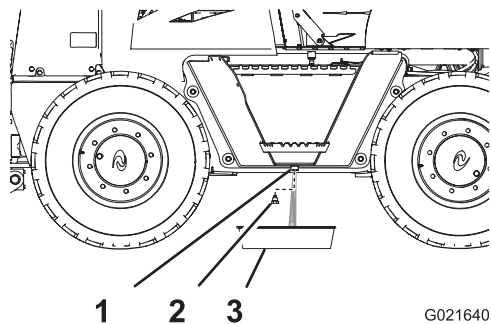

Рисунок 53
- Отверните сливную пробку топливного бака и слейте воду (Рисунок 53).
- Когда начнет выходить чистое топливо, установите сливную пробку и надежно затяните ее (Рисунок 53).